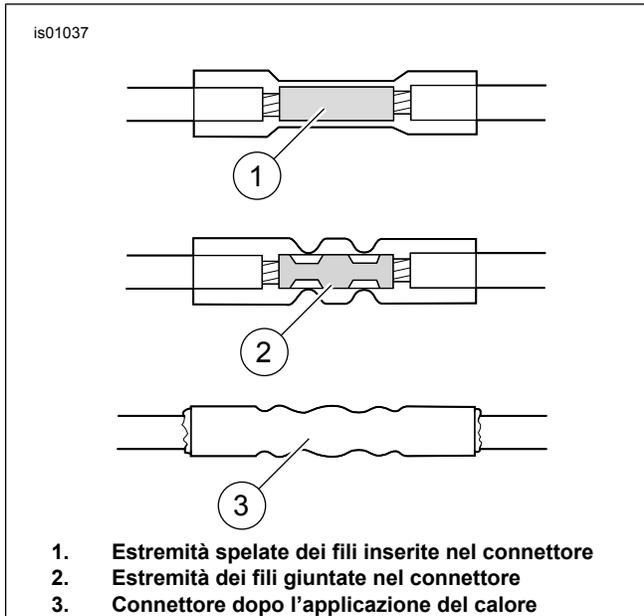

Figura 8. Connettori a giunto di testa a tenuta
- e. Vedere Figura 8 Dall'estremità tagliate, inserire un filo arancione/bianco in un'estremità del connettore a giunto. Nell'altra estremità del connettore a giunto, inserire l'altro filo arancione/bianco con il filo rosso dal cablaggio dell'adattatore.
- d. Vedere Figura 8 Inserire il filo arancione/bianco della fase 4b in un'estremità del connettore a giunto di testa a tenuta. Inserire il filo rosso dal cablaggio dell'adattatore nell'altra estremità del connettore a giunto di testa a tenuta.